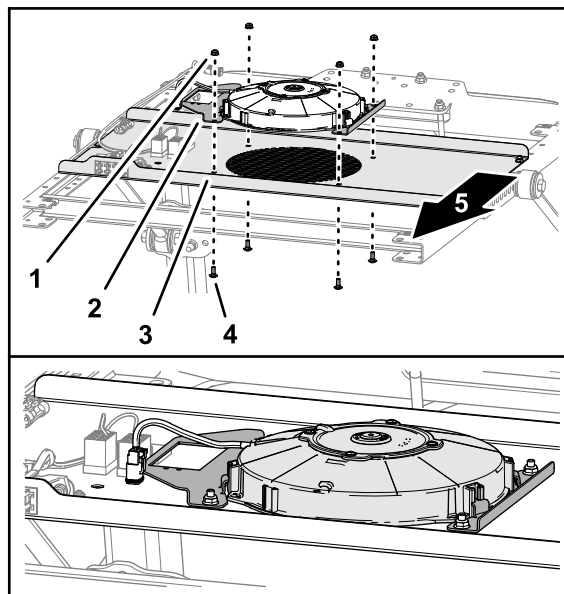

Figura 4
4. Allineate i fori nelle staffe di montaggio della ventola al foro nel pannello dell'interruttore come nella Figura 4.
5. Montate la ventola di raffreddamento e le staffe sul pannello dell'interruttore (Figura 4) con 4 bulloni a testa tonda ($\frac{1}{4}$ " x $\frac{5}{8}$ ") e 4 dadi di bloccaggio flangiati ($\frac{1}{4}$ ").